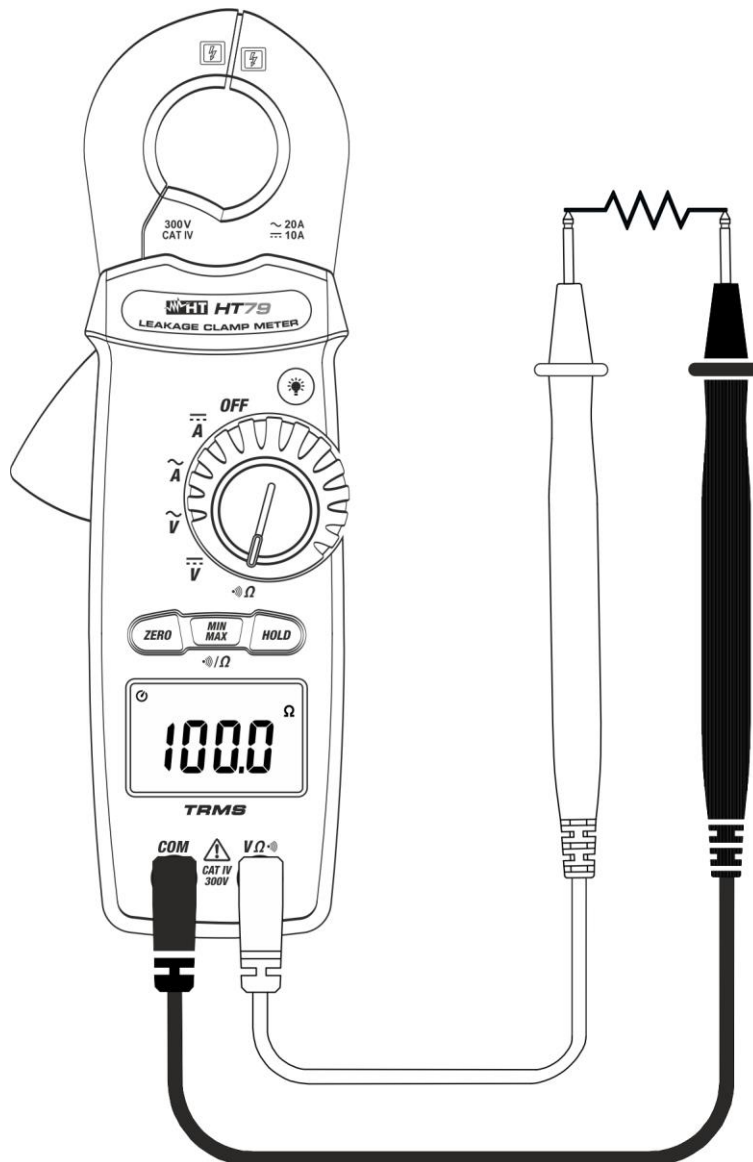

Fig. 6: Uso dello strumento per misura di Resistenza
3. Posizionare i puntali nei punti desiderati del circuito in esame (vedere Fig. 6). Il valore della resistenza è mostrato a display